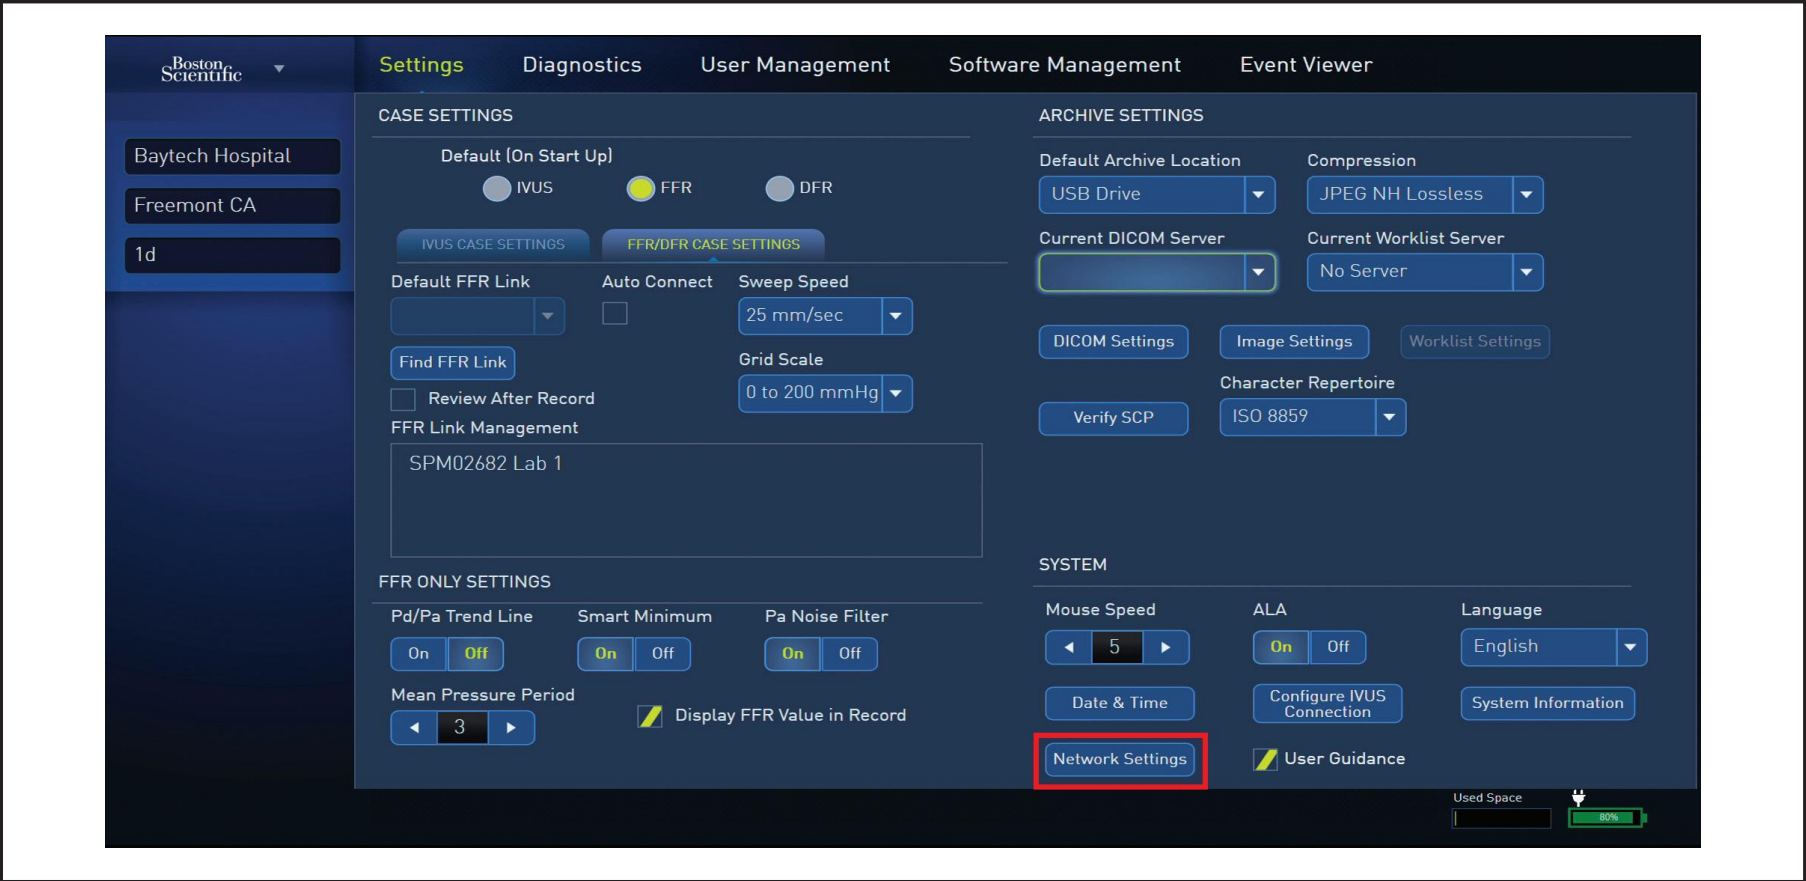

Рис. 102. Екран системних утиліт
- 6.6 Натисніть на вкладку **Software Management** (Керування програмним забезпеченням) (показано на рис. 102).